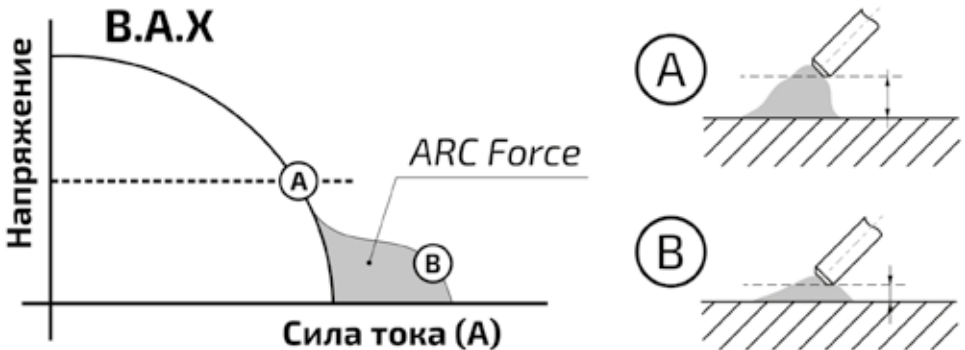

Рис. 6.2.2. Arc Force.
**Arc Force (форсаж дуги)** – рекомендуется применять при сварке покрытыми электродами на малых токах. В процессе сварки происходит автоматическая регулировка силы сварочного тока, что уменьшает склонность к залипанию покрытого электрода к свариваемой детали (см. рис. 6.2.2).
5. Установите необходимое значение Arc Force. **В большинстве случаев Arc Force можно установить в среднее значение (см. рис. 6.2.2).**